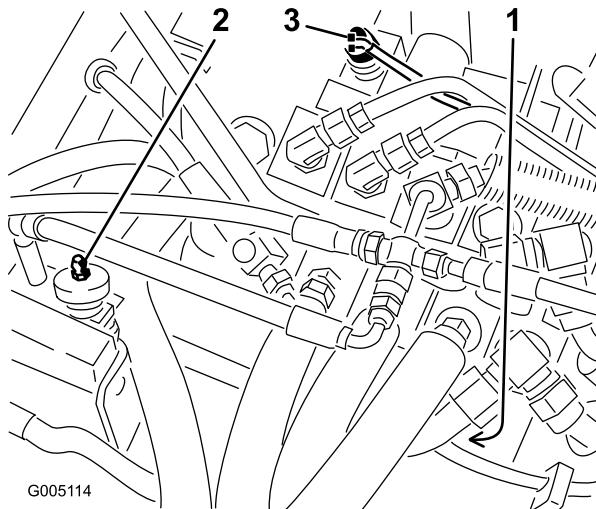

図 39
- シートスイッチ（図 39）のボタンに付いているゴム製カバーを取る；このカバーは新しいスイッチに取り付けるので捨てないでおく。スイッチの電気コネクタを外す。
- セレクタ・バルブ・セクションのバルブ・バンク・ボンネットに取り付けてあるトラクション・スイッチの端子からコネクタを引き抜く(図39)。
- バルブ・バンク・ボンネットに取り付けてある芝刈り/昇降スイッチの端子からコネクタを引き抜く(図39)。